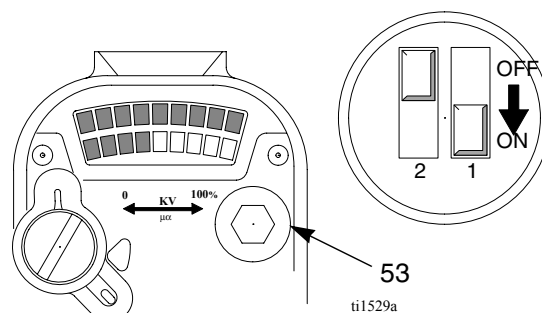

Fig. 5 Brytare för inställning av den låga spänningen
2. Ta bort LO VOLTAGE justeringspluggen (53). Ställ in önskad spänning och skjut brytarna 1 och 2 på ON eller OFF med en skruvmejsel efter Tabell 3. Se också Fig. 5.